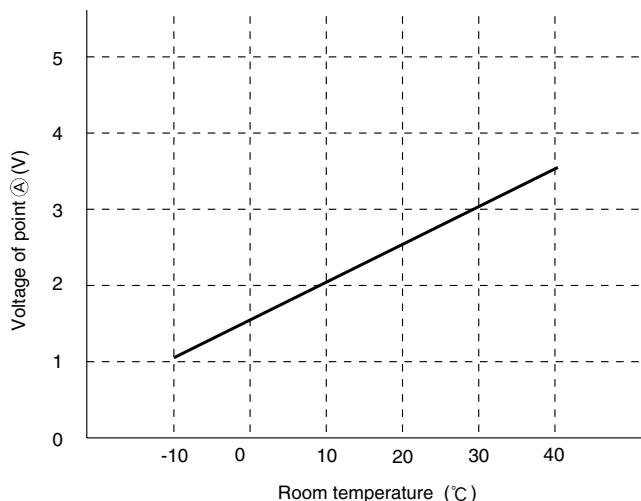

Fig. 4-2
According to heat exchange temperature, the voltage of point A becomes as it is shown in Fig. 4-2.
(1) Préchauffage
(2) Dégivrage à basse température pendant la réfrigération et la déshumidification.
(3) Détection du non fonctionnement de la vanne d'inversion ou de la coupure de la thermistance de température de l'échangeur de chaleur.
La tension en (A) dépend de la température de l'échangeur de chaleur, comme le montre la Fig. 4-2.